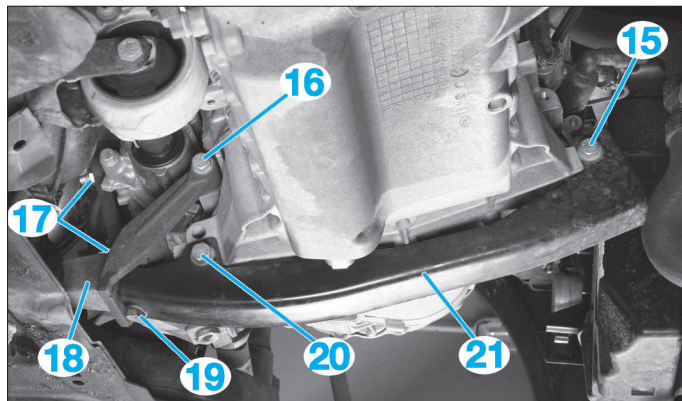
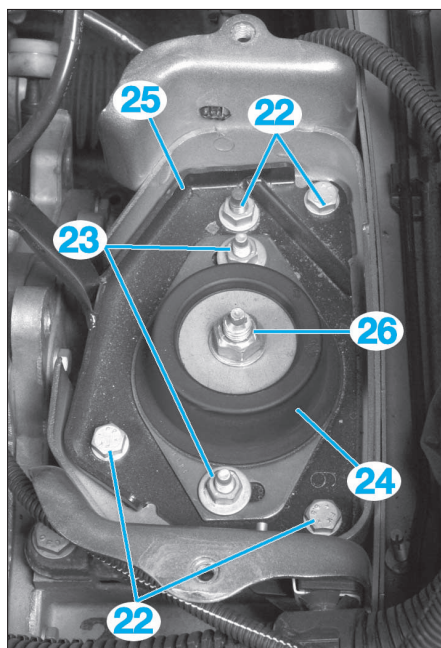

FIG. 7
FIG. 8
- Déposer (Fig.7) :
- l'écrou (15)
- les vis (19) et (20)
- le renfort impacteur (21)
- la vis (16)
- les écrous (17)
- l'impacteur (18).
- Déposer (Fig.8) :
- l'écrou d'axe de boîte de vitesses (26)
- les écrous de cale élastique (23)
- la cale élastique (24)
- les vis et l'écrou (22) du support (25)
- le support (25).